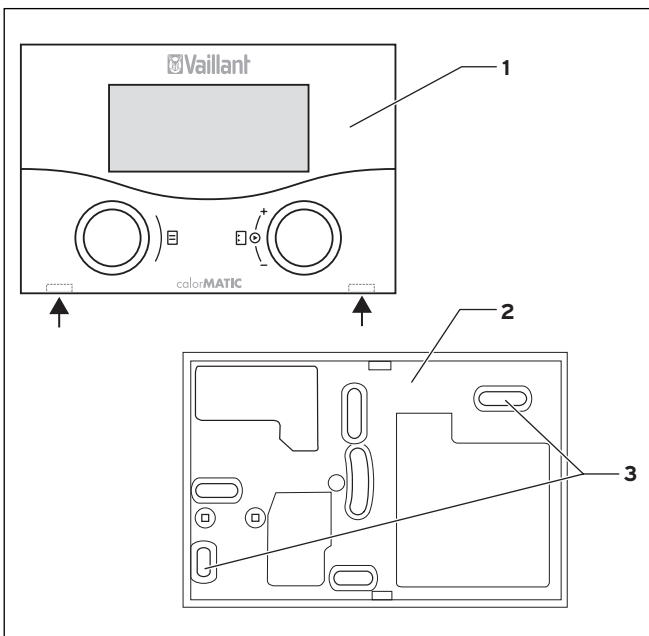

Abb. 4.6 Montage des colorMATIC 430f
- ⇒ Ziehen Sie den Regler (1) vom Wandsockel (2) ab. Führen Sie dazu einen Schraubendreher in die beiden Rastlaschen ein (siehe Abb. 4.6 Pfeile).
- ⇒ Bohren Sie zwei Löcher mit Durchmesser 6 mm entsprechend den Befestigungsöffnungen (3).